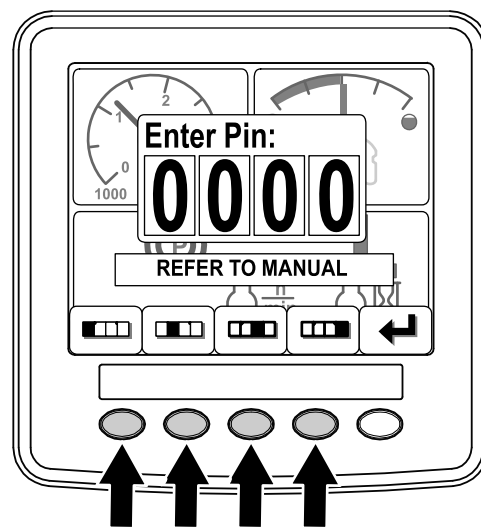

Figura 9
3. Pulse los botones 1 a 4 para introducir su código PIN (Figura 9).